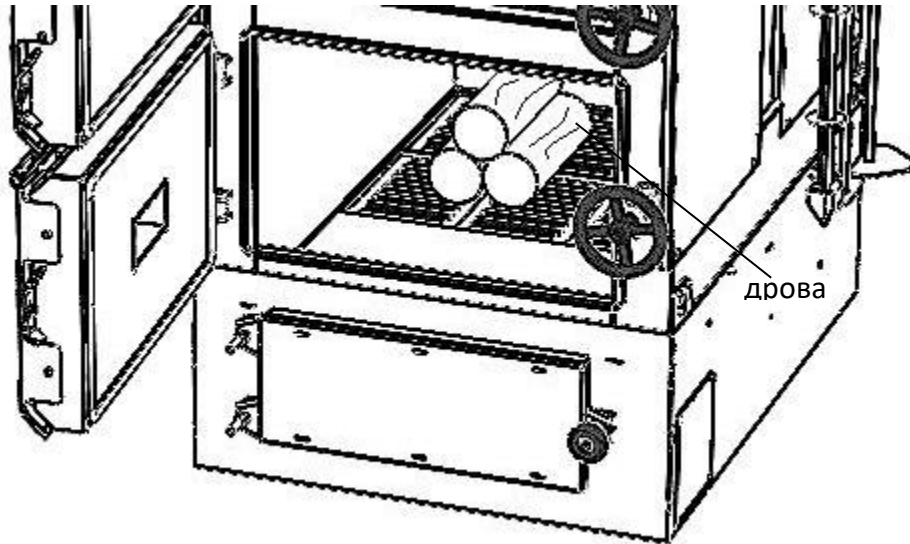

Рис. 14
- 2.5.3** Вручную разжечь дрова/уголь (см. рис. 14).